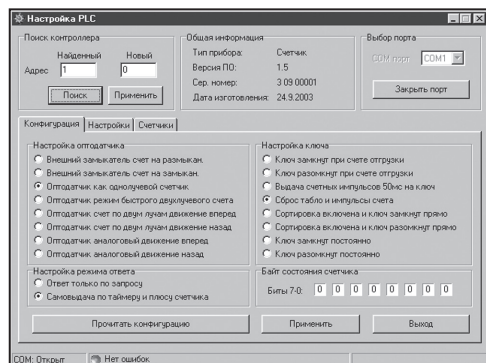

Рисунок 5. Страница «Конфигурация»
7.5 При обнаружении счётчика на экране появляется окно рисунок 5, в котором в секции «Общая информация» указаны «Тип прибора» – счетчик, «Версия ПО», «Серийный номер» и «Дата изготовления».